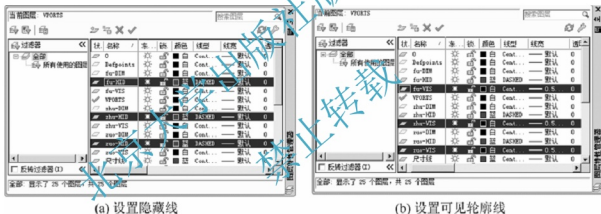

图 13-23 修改由 SOLIDWORKS 生成的图层属性
(7) 修改图层属性。打开【图层特性管理器】，如图 13-23 所示，分别设置可见与不可见图线所在的图层属性。
① 设置不可见轮廓线层：分别选中“fu-HID”、“zhu-HID”、“zuo-HID”三个图层，该图层上放置了不可见轮廓线，设置其颜色为蓝色、线型为 DASHED，其余皆为默认，如图 13-23(a)所示；
② 设置可见轮廓线层：分别选中“fu-VIS”、“zhu-VIS”、“zuo-VIS”三个图层，该图层上放置了可见轮廓线，设置其线宽为 0.5，其余皆为默认，如图 13-23(b)所示。